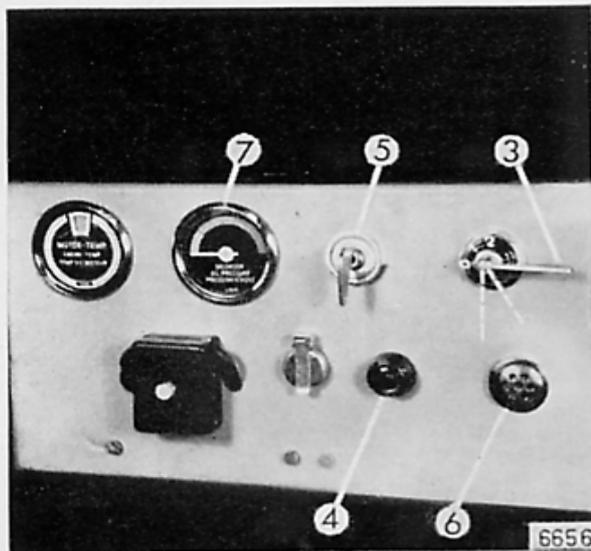

Fig. 10
3. Engagez la clé-contact 3 (Figure 10; au même instant la lampe-témoin de charge devra s'allumer.